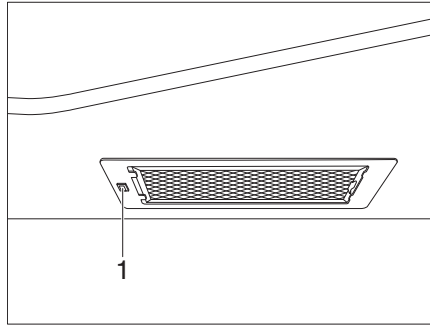

Bild 263 Spisfläkt
- Koppla till och från spisfläkten med brytaren (Bild 263,1).